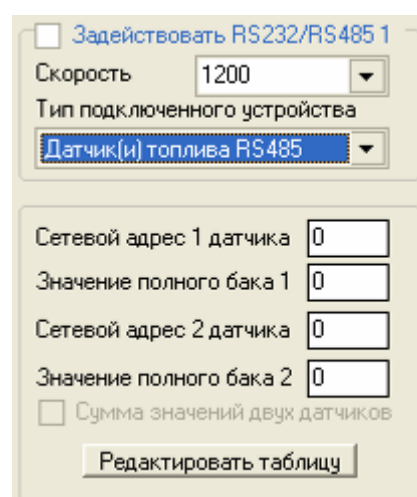

Рисунок 4.16
- «**Датчик(и) топлива RS485**». Цифровой датчик или датчики уровня топлива с интерфейсом RS485, работающие по протоколу, совместимому с протоколом Omnicomm (рисунок 4.16). Процесс настройки описан выше в описании «**Датчик топлива Omnicomm**».